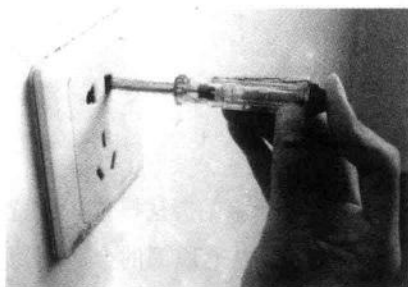

图 1-1-3 试电笔的正确使用
(1) 使用前,先要在有电的导体上检查电笔是否正常发光,检验其可靠性。
(2) 在明亮的光线下往往不容易看清氖泡的辉光,应注意避光检测。
(3) 电笔的笔尖虽与螺钉旋具形状相同,但它只能承受很小的扭矩,不能像螺钉旋具那样使用,否则会损坏。
(4) 低压验电器可以用来区分相线和零线,氖泡发亮的是相线,不亮的是零线。低压验电器也可用来判别接地故障。如果在三相四线制电路中发生单相接地故障,用电笔测试中性线时,氖泡会发亮;在三相三线制星形联结线路中,用电笔测试三根相线,如果两相很亮,另一相不亮,则这相可能有接地故障。
(5) 低压验电器可用来判断电压的高低。氖泡越暗,则表明电压越低;氖泡越亮,则表明电压越高。正确的使用方法如图 1-1-3 所示。